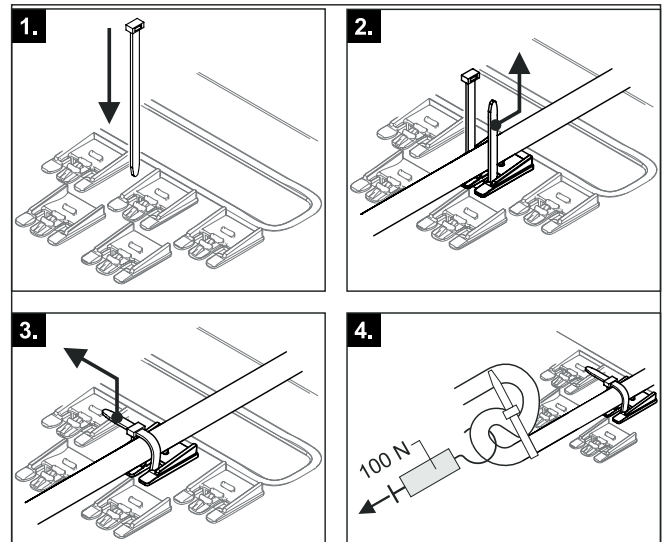

Bild 14-34 Zugentlastung herstellen und prüfen
- 7 Für alle an die Daikin Altherma EHS(X/H) angeschlossenen Kabel muss außen am Regelungsgehäuse mittels Kabelbinder eine wirksame Zugentlastung sichergestellt werden (Schritt 1 – 3, Bild 14-34).
- 8 Haltekraft der Zugentlastung prüfen (Schritt 4, Bild 14-34).